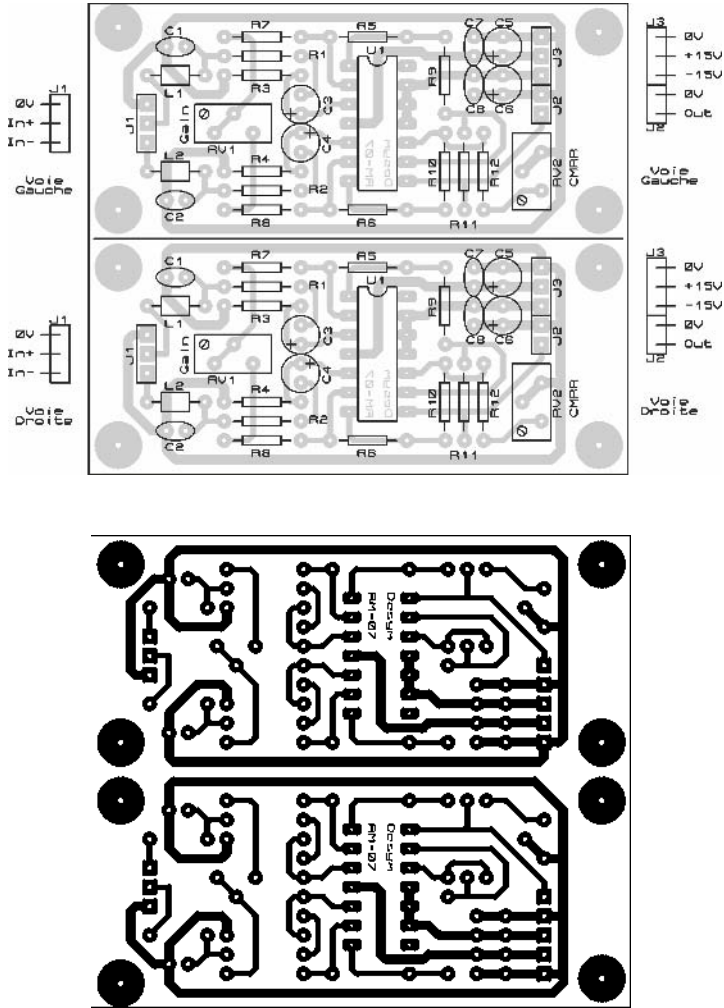

Figure 6.7
**Tentatoo** – Un as de la modestie, oui je sais. Vous n'avez plus qu'à souder les composants conformément aux indications de câblage données en **figure 6.7**, et une fois ce travail effectué, vous vérifierez que le signal audio passe bien au travers du circuit, en vous aidant du générateur BF et de l'oscilloscope.